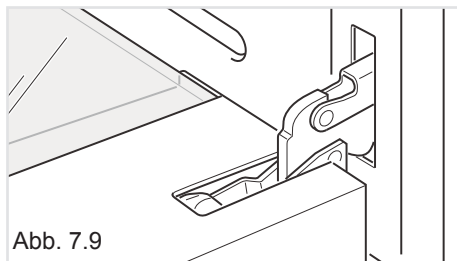

Abb. 7.9
- Die Ofentür ganz öffnen (Abb. 7.9)